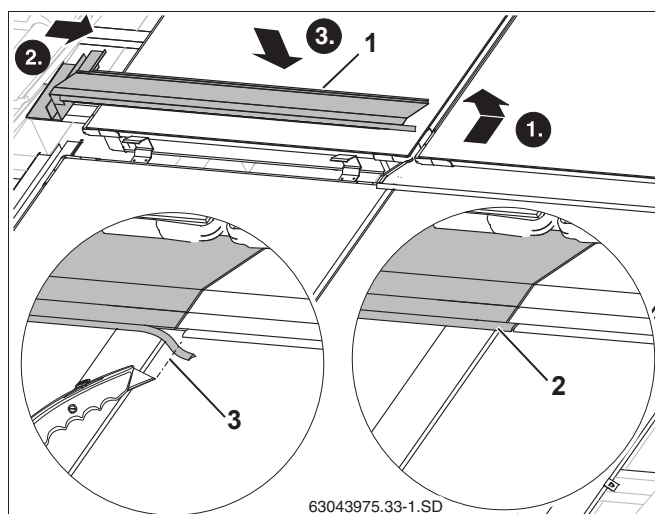

Рис. 53 Укладка левого среднего накладного листа
- ▶ Отогнутый край левого накладного листа (рис. 53, **поз. 1**) уложите так же, как и для правого листа в раму коллектора.
- ▶ Укоротите резиновый язычок настолько (рис. 53, **поз. 3**), чтобы он уперся в резиновый язычок правого накладного листа.
- ▶ Вставьте резиновый язычок левого накладного листа в фальц правого накладного листа (рис. 53, **поз. 2**).